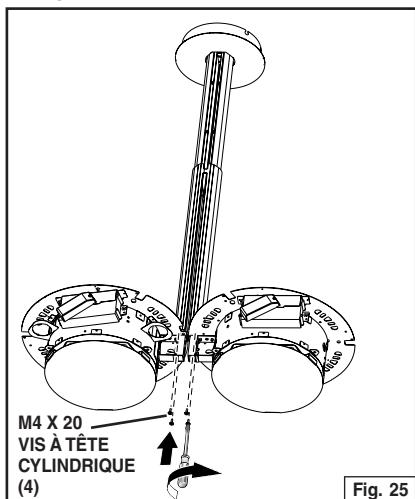
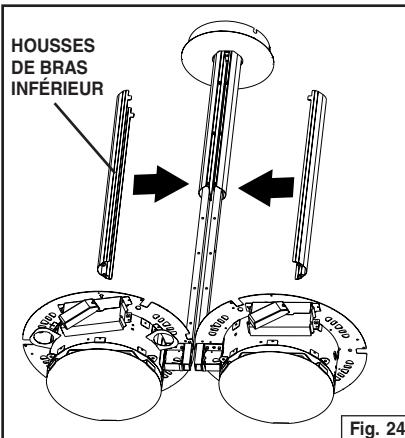

Fig. 25
Fig. 24
2. Attachez les housses de bras inférieur avec (4) vis à tête cylindrique M4 x 20. Retirez le revêtement protecteur. Fig. 24 et Fig. 25.